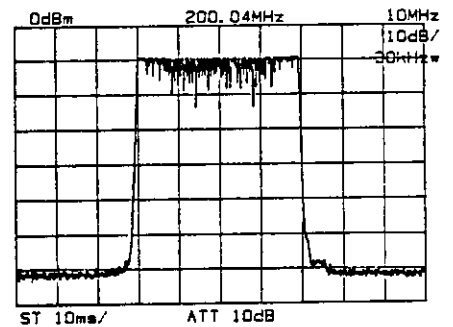

図 3-10 最高レベルのトレース
③③ ^{SHIFT} , ②⑨ _{MAX} を押しますと、各掃引ごとに横軸上の各ポイントで、前回よりレベルの高い場合に記憶データが描き換えられ、表示されます。したがって画面表示は、各ポイントでそれまでの最高値を表示します (図 3-10)。